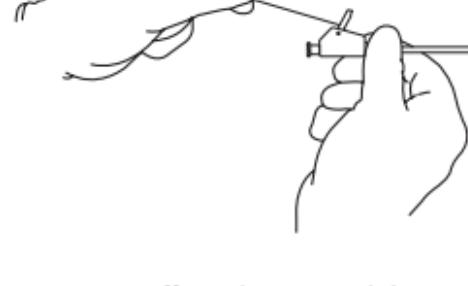

Fig. 1
- a. Stabilisér Mac-Loc muffesamlingen med den ene hånd, og træk tilbage i suturen, så der dannes en distal stentløkkekonfiguration. (Fig. 1)